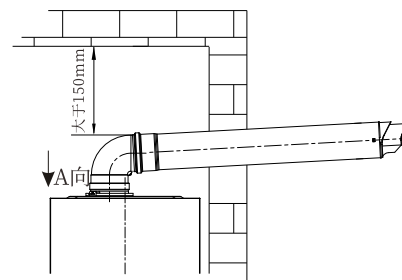

图3.6a
- (1) 同轴烟道的安装要严格按照CJJ12-2013及其它相关标准操作，烟道出口位置与周围建筑物开口的距离选择也要符合其标准要求，如图3.6a所示。
- (2) 为防止同轴烟道上的排气孔和进气孔被堵塞，应将同轴烟道伸出墙外。
- (3) 同轴烟道安装接触或穿过房屋墙壁的管道时，相对环境的表面温升应小于等于60K，当该温升超过60K时，应在同轴烟道通过易燃材料组成的墙体时；必须覆盖厚度在20mm以上的不燃耐高温材料围护，确保墙体表面温升小于等于60K。
- (4) 同轴烟道与其穿过的墙壁上的圆孔之间的间隙，不得用水泥类东西填充，请使用随机附件的烟道法兰密封，否则不利于维修操作。
- (5) 同轴烟道的外表面应与上面的建筑物相距45mm以上。
- (6) 若使用加长管，所有的接口处必须密封，不得使废气漏入室内。
- (7) 烟道口位置必须位于不会造成公害的地方。